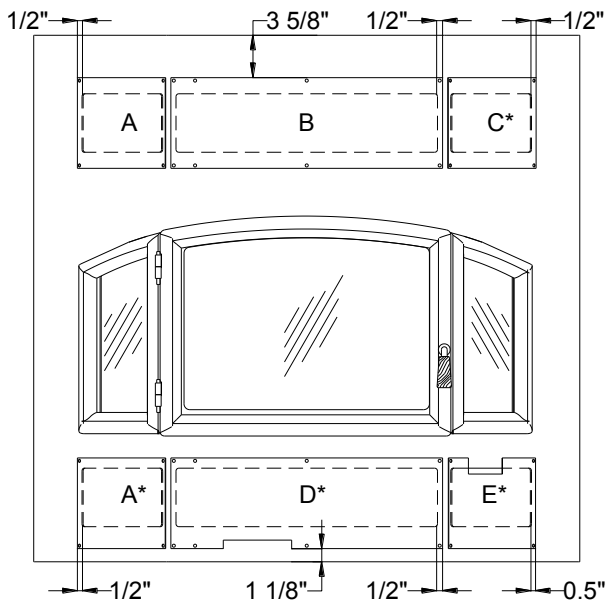

Figure 3 Installation des plaques d'obstruction
- **For a Delta2 installation:** all plates are required as shown in Figure 3. You will need to break the two double plates into two pieces each (B-C and D-E). Simply bend them back and forth a couple of times and they will break apart. If you intend on using the Rock Retainer Kit (FO-KD2), please skip the installation of plates A, C, D and E since the rock retainer kit provides its own integrated plates for those louver openings.
10. Using the self-tapping screws provided, install all necessary plates as shown in Figure 3 for a Delta2, in Figure 4 for a Focus 320 or Onyx2 and in Figure 5 for an Opel2 or Opel3 fireplace.
- **Pour l'installation sur un Delta2 :** toutes les plaques sont requises (voir Figure 3). Vous devez séparer les deux plaques doubles (B-C et D-E). Pliez simplement les plaques dans une direction puis dans l'autre quelques fois et elles se sépareront. Si vous prévoyez installer la trousse de retenue de façade (FO-KD2), n'installez pas les plaques A, C, D et E étant donné que la trousse de retenue de façade contient des plaques intégrées au grillage pour ces ouvertures.
10. En utilisant les vis auto-taraudeuses fournies, installez les plaques requises selon la Figure 3 pour un Delta2, selon la Figure 4 pour un Focus 320 et Onyx2 et selon la Figure 5 pour un foyer Opel2 ou Opel3.